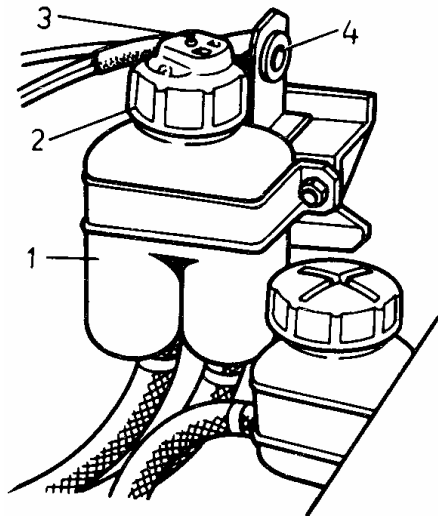

Fig. 58. Tanque del hidroaccionamiento de los frenos: 1 - tanque; 2- tapa; 3- empujador; 4- base de enchufe para la lámpara portátil
Cada 10.000 km de recorrido compruebe el nivel del líquido en el tanque 1 (fig. 58) que, estando puesta la tapa 2, deberá llegar hasta el borde inferior del gollete de carga. Se debe añadir líquido para frenos "Tomb" o "Poca". Presionando el empujador 3 en la tapa del tanque compruebe el buen estado del avisador del nivel del líquido - estando conectado el encendido la lámpara testigo debe arder continuamente.
1. Desenrosque el tapón del tanque (véase fig. 58) y añada líquido para frenos hasta el nivel normal.